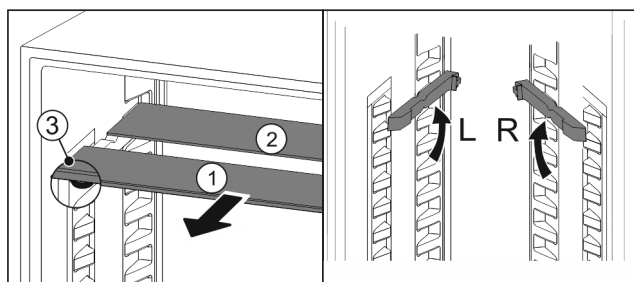

Fig. 112
- По одной извлеките Fig. 112 (1) стеклянные панели движением вперед.
- ▷ Стеклянная панель Fig. 112 (1) с декоративной планкой лежит спереди.
- ▷ Стопоры Fig. 112 (3) показывают вниз.